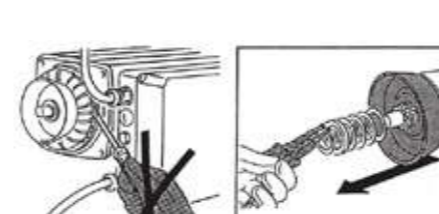

fig.118
5. Rimuovere il seeger dell'albero brocciato e sfilare le rondelle di spessoramento e il ceppo freno dall'albero brocciato avendo cura di non sfilare le rondelle posteriori. (fig.118)